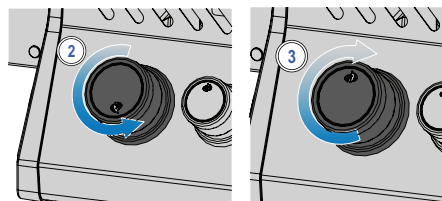

Abb. 1
4. Falls Zündflamme und Brenner nicht binnen fünf Sekunden zünden, drehen Sie den Bedienknopf im Uhrzeigersinn zurück auf AUS. Warten Sie fünf Minuten, bis sich das Gas verflüchtigt hat. Wiederholen Sie Schritt 2 und 3 oder verwenden Sie ein Streichholz zum Anzünden. (Abb. 1).
5. Falls der Brenner nicht zündet, drehen Sie den Bedienknopf im Uhrzeigersinn zurück auf AUS. Warten Sie fünf Minuten. Wiederholen Sie Schritt 3 und 4. (Abb. 1)